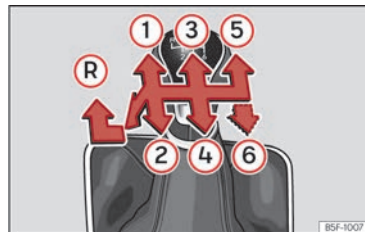

Abb. 87 Schaltschema bei einem 5-Gang bzw. 6-Gang Schaltgetriebe
Auf dem Schalthebel sind die Positionen der einzelnen Fahrgänge dargestellt **»» (Abb. 87).**
nach links und dann nach vorn in die Rückwärtsgangposition schieben >>> (Abb. 87) (R).